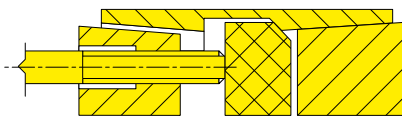
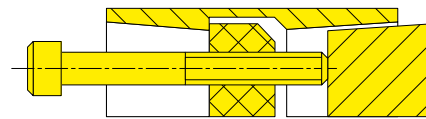

Fig. 4
Fig. 5
**P200-T tot en met P1500-G:** alle inbusbouten verwijderen en de verwijderde inbusbouten in de tussenliggende gaten draaien om zo de voorste conus te lossen en te verwijderen (Fig. 4). Hierna de inbusbouten in de draadgaten in de centrale ring draaien om zo de achterste conus te lossen (Fig. 5).